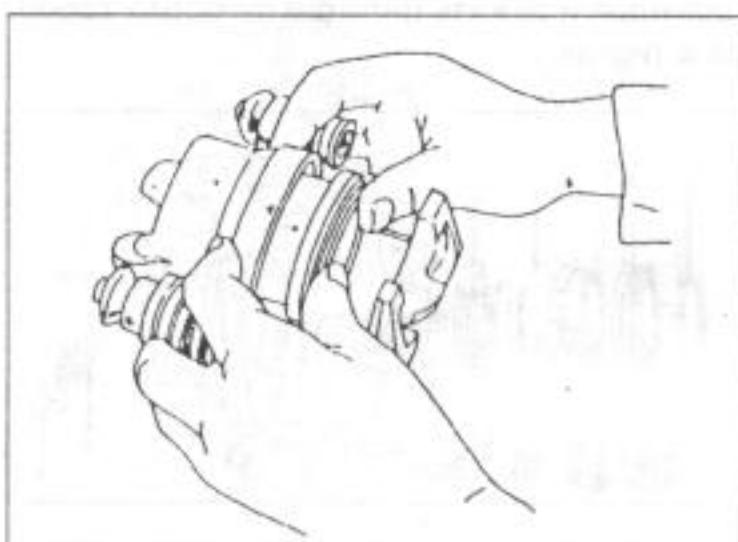
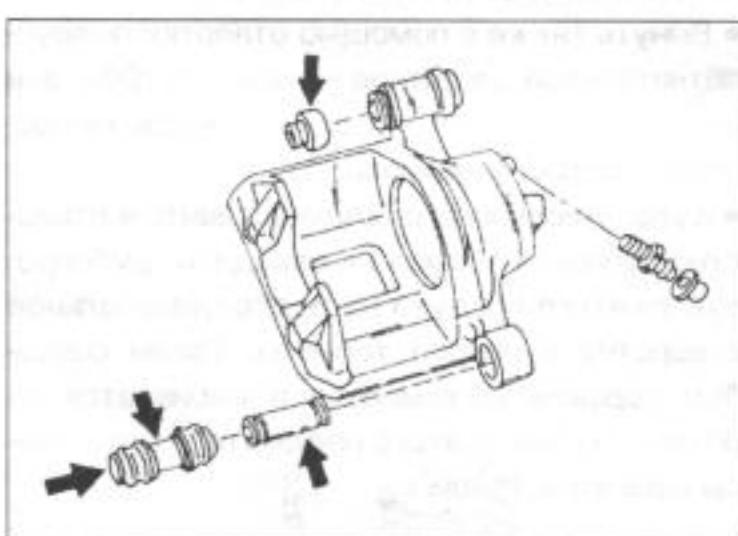

Рис.222.
Рис.223.
- Смазать новое уплотнительное кольцо (4) тормозной жидкостью или поставляемой в ремонтном комплекте смазкой и вставить в канавку отверстия цилиндра. Хорошо вдавить его пальцем в канавку. Кольцо имеет квадратное сечение и вставляется соответственно. Вдавить поршень в отверстие. Открытая часть поршня обращена наружу.
- Надавить поршень большими пальцами, как показано на рис.222. Несомненно следить за тем, чтобы поршень вставлялся без перекоса. Ни в коем случае нельзя вставлять поршень в отверстие с помощью механических приспособлений.
- Смазать новое пылезащитное кольцо (2) тормозной жидкостью или тормозной смазкой и одеть на цилиндр.
- Показанные на рис.223 детали смазать поставляемой в ремонтном комплекте смазкой. Втулки крепления цилиндра смазать смазкой для резины и показанные на рисунке детали вставить в цилиндр.